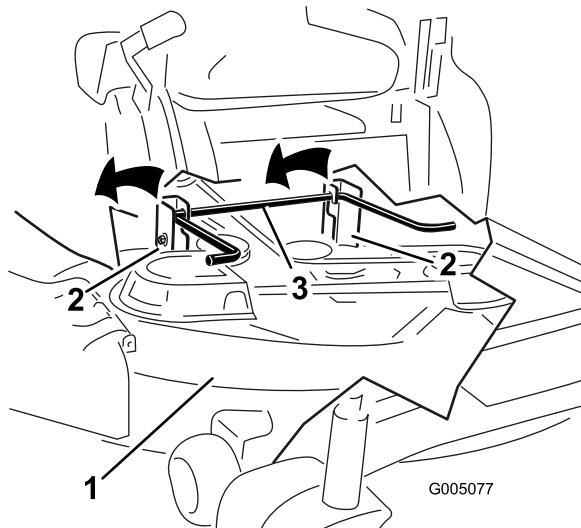

Figure 54
5. En vous aidant des poignées, soulevez le tablier de coupe et les supports pour les dégager de la tige de levage arrière et abaissez le tablier au sol avec précaution (Figure 54).
5. Soulevez l'arrière du tablier de coupe et guidez les supports sur la tige de levage arrière (Figure 54).